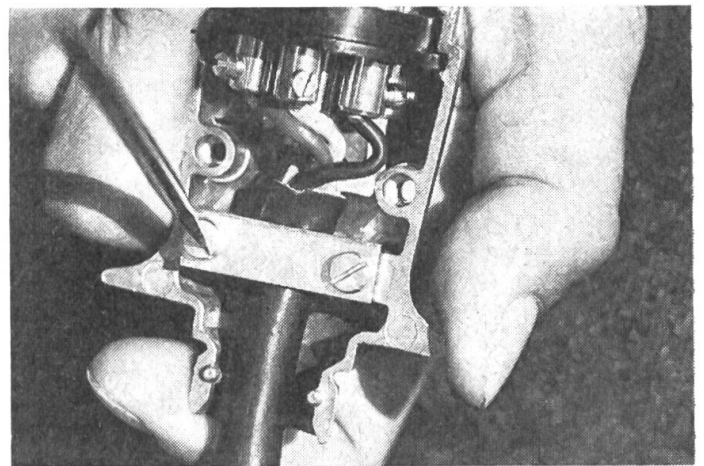

Abb. 10
- Anschliessend wird das Kabel gesichert und der Stecker geschlossen (Abb. 10).